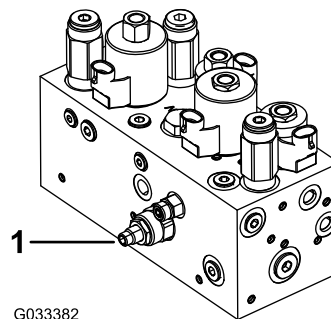

Figura 47
Il circuito di sollevamento/abbassamento degli apparati di taglio è provvisto di una valvola di regolazione del flusso (Figura 47). Questa valvola è preimpostata in fabbrica a circa 3 giri di apertura, ma può essere necessario regolarla per compensare le differenze di temperature del fluido idraulico, velocità di tosatura, ecc.
1. Alzate il sedile e individuate la valvola di regolazione del flusso per il telaio di trazione centrale (Figura 47) situata sul lato del collettore idraulico.